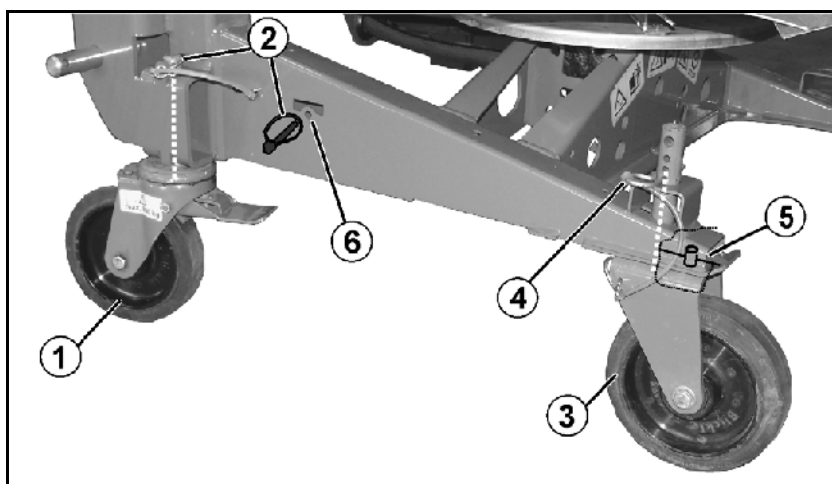

Fig. 30
5. Lenkbare Bremsrollen (Fig. 30/1) vorne
- o montieren und mit Klappstecker (Fig. 30/2) sichern, beziehungsweise
- o demontieren, zuvor Klappstecker entfernen und in Parkposition (Fig. 30/6) bringen.
6. Starre Rollen (Fig. 30/3) hinten
- o montieren und mit Federstecker (Fig. 30/4) in der untersten der Absteckbohrungen sichern, beziehungsweise
Bei der Montage der starren Rollen darauf achten, dass der Bolzen (Fig. 30/5) durch die Bohrung des Rahmens fasst, und somit die Rollen in Längsrichtung hält.